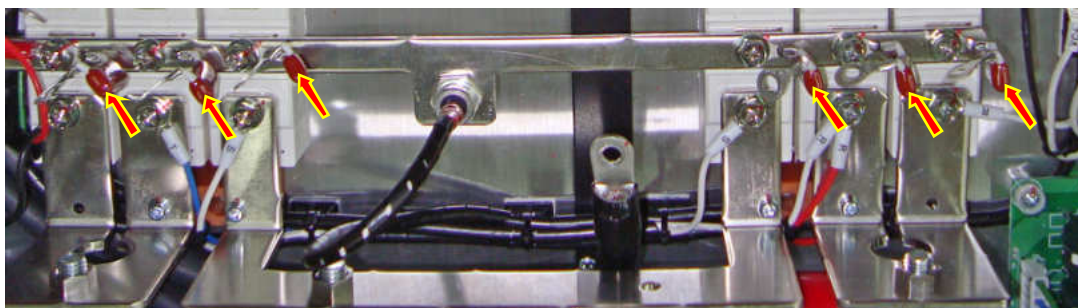

Рис. 6.19.
6.11.4. Отогнуть балластные конденсаторы (рис. 6.19, красные стрелки).